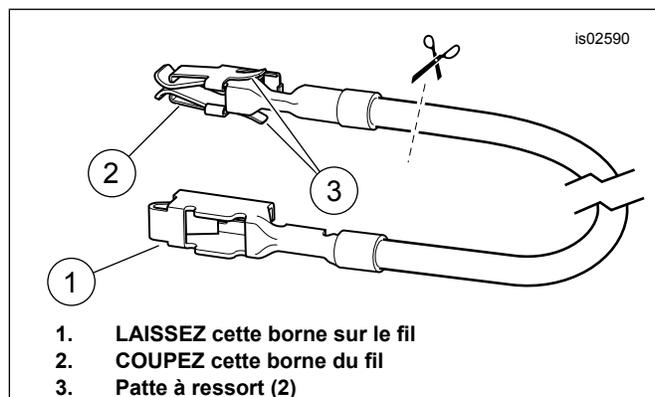

Figure 6. Fil de l'adaptateur de la boîte à fusibles
- Dans le kit, prenez le fil orange/blanc de l'adaptateur de la boîte à fusibles (10). Notez la borne à chaque extrémité (consultez Figure 6). Seule la borne **SANS patte à ressort** s'insère dans la cavité du fusible. Découpez soigneusement la borne **AVEC** les pattes à ressort du fil et la jeter.